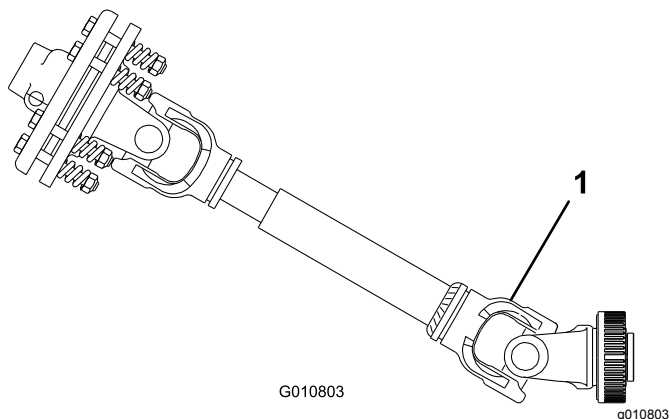

Figure 10
**Important:** Lors de l'accouplement de la PDF, ne levez pas l'aérateur plus haut que nécessaire. Les joints de l'arbre de PDF se briseront si vous levez l'aérateur trop haut (Figure 10). Arrêtez la PDF quand vous